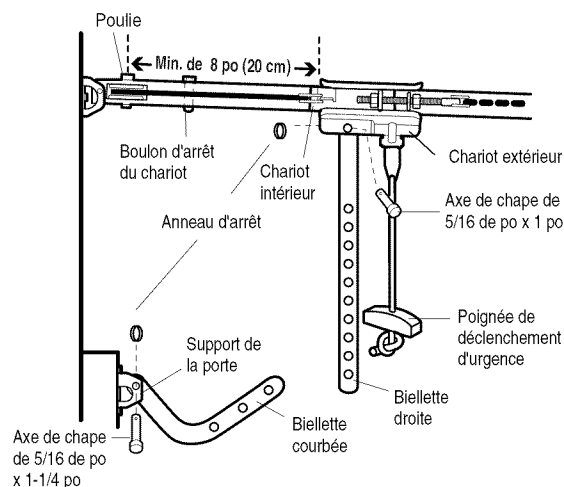

Figure 1
- S'assurer que la porte du garage est complètement fermée. Tirer la poignée de déclenchement d'urgence pour détacher le chariot extérieur du chariot intérieur. Reculer le chariot extérieur (en l'éloignant de la poulie) d'au moins 8 po (20 cm), comme illustré aux Figures 1, 2 et 3.
- Figure 1 :**